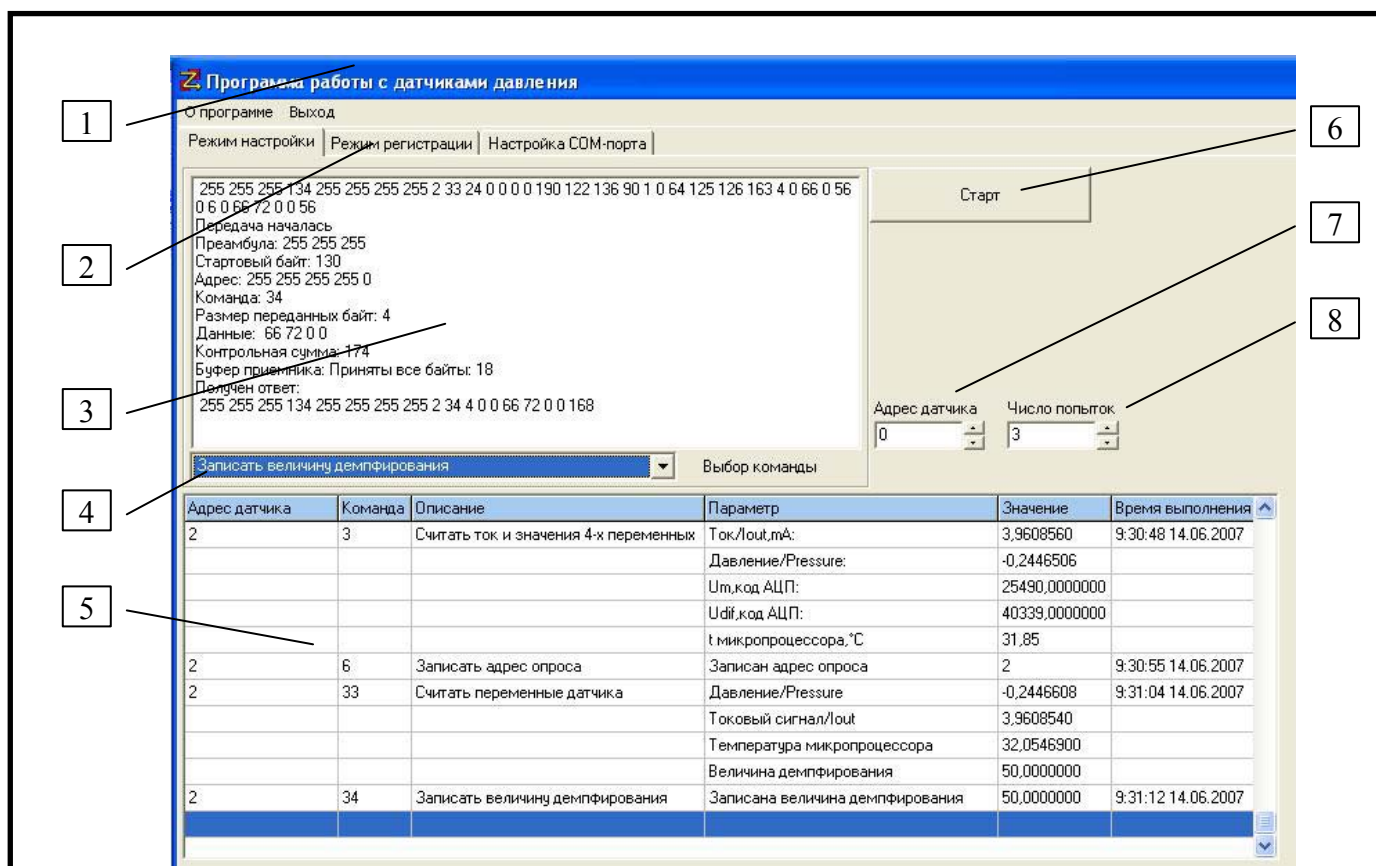

Рисунок 1- Закладка «Режим настройки»
В окне программы «Режим настройки» (рис. 1) отображаются:
1. Заголовок программы (рис. 1, поз. 1).
2. Закладки (рис. 1, поз. 2), на которых пользователь может найти команды для управления подключенными устройствами.
3. Поле состояния (рис. 1, поз. 3), отражающее весь процесс передачи/приема побайтно.
4. Выпадающий перечень команд (рис. 1, поз. 4).
5. Поле выполненных команд (рис. 1, поз. 5).
6. Кнопка «Старт» / «Стоп» для запуска/остановки выполнения команды (рис. 1, поз. 6).
7. Поле выбора адреса устройства (рис. 1, поз. 7).
8. Поле выбора числа попыток при ошибках (рис. 1, поз. 8).
Настройка сенсора (тензопреобразователя) цифрового манометра производится в «режиме настройки» (рис. 1). Пользователь может выполнить следующие операции по настройке сенсора:
3. Выберите команду «**Корректировка нуля**» в «режиме настройки» (рис. 1, поз. 4). Нажмите кнопку «Старт».
3. Выберите команду «**Корректировка диапазона**» в «режиме настройки» (рис. 1, поз. 4). Нажмите кнопку «Старт».